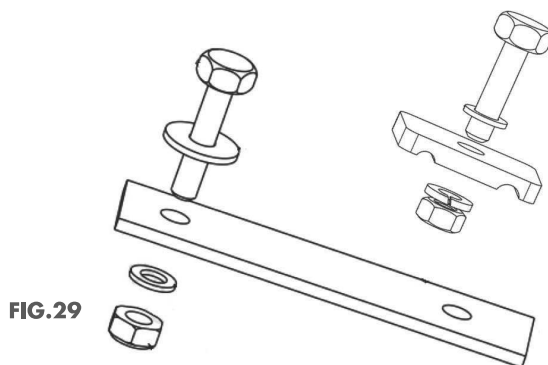

FIG.29
1. Usando o kit FOSC / FIST-SUPORTE AÉREO PARA CONJUNTO COM ABAS DE FIXAÇÃO **(FIG.29)**, fixe o conjunto no messageiro como segue.